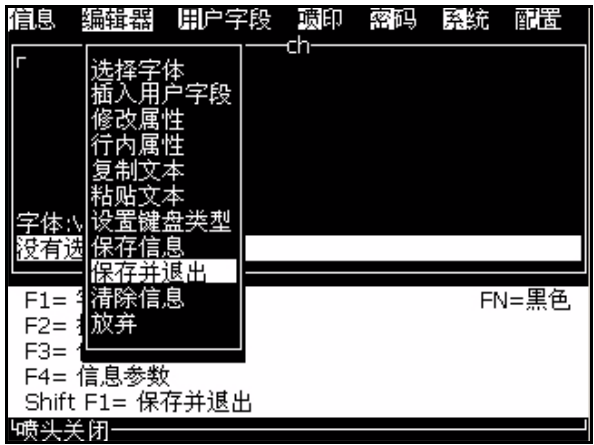

图 5-27: 保存并退出选项
- 从 *Editor*（编辑器）菜单选择 *Save and Exit*（保存并退出）（图 5-27）。